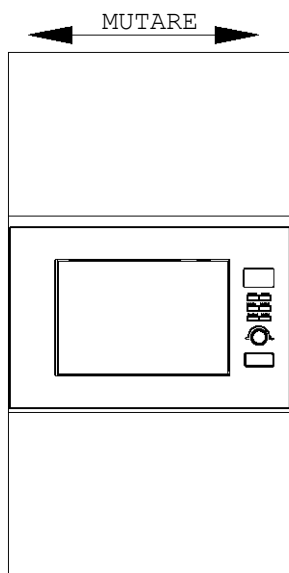

Fig. 3
c) Mutați produsul paralel în dulapul de bucătărie, în conformitate cu direcția săgeții din figură, și mențineți-l centrat. (Fig. 3)